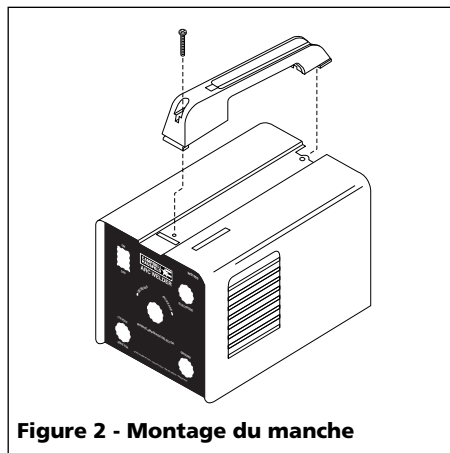

Figure 2 - Montage du manche
3. Fixer la vis à travers du manche et dans le carter. (Voir Figure 2).